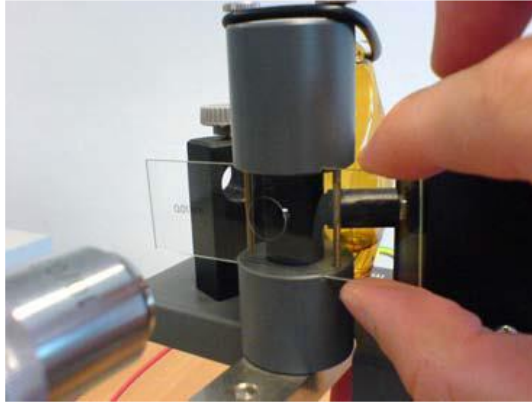

Fig. 2. Procedimiento calibración.
- Para hacerlo, deslice el micrómetro de la platina en las ranuras entre el objetivo del microscopio y la abertura de la pequeña cámara (Fig. 2).